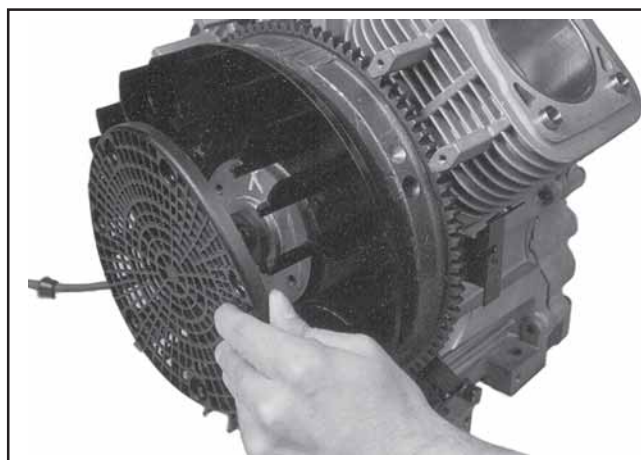

Figure 11-27. Mise en place de la grille en plastique.
3. Si le moteur comporte une grille en plastique, la mettre en place sur le ventilateur. Voir la Figure 11-27. En raison de la possibilité d'endommagement des raccords lors du démontage, monter les fixations sur de nouveaux raccords. Monter les fixations à la main, puis les enfoncer à l'aide d'une douille de 13 mm (1/2") jusqu'au blocage. Si le moteur comporte une grille en métal, elle doit être montée plus tard.